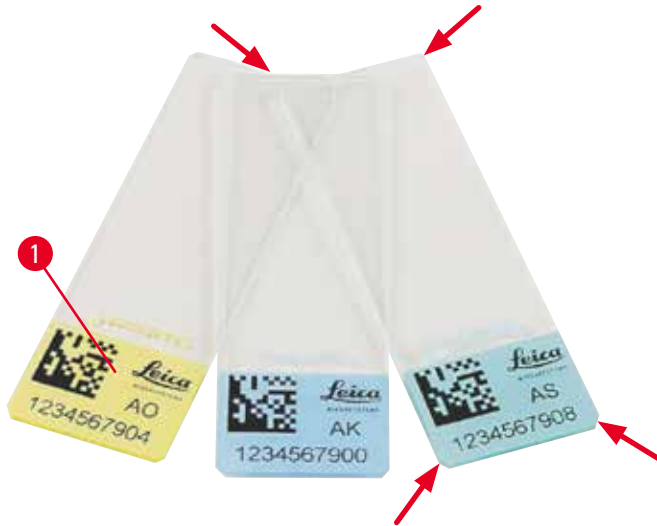

図 4
- ガラス粉と機械的な故障の危険を減らすために、必ずコーナークットタイプのスライド（四隅を 45° の角度でカット、（→「図 4」））を使用してください。